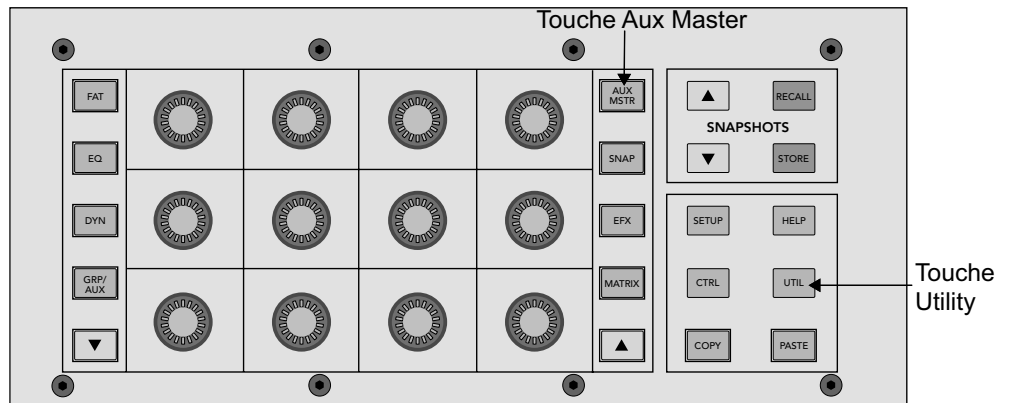

Figure 2-4 Section QuickMix
- Appuyez sur la touche QuickMix **AUX MSTR** (Figure 2-4).
- Appuyez sur la touche **UTIL** (Figure 2-4).
1. Appuyez sur la touche **AUX MSTR** (Figure 2-4) pour afficher la page AUX MASTER.